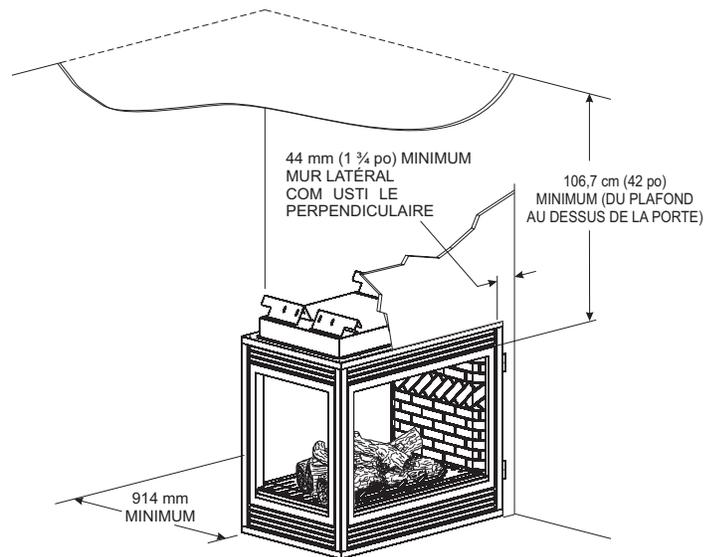

Figure 4b - Dégagements pour le foyer en péninsule
**Remarque :** La garniture en 3 pièces et le bouclier d'extrémité ne sont pas requis si le foyer doit être fini de la manière représentée à la Figure 4b.